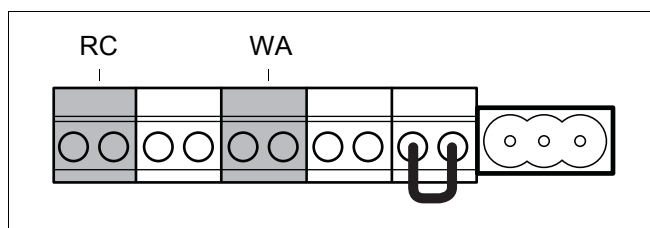

Fig. 27 Regletă – telecomandă de cameră RC și solicitare de apă caldă fără potențial
- Nu este posibil să racordați în același timp la cazan mai mult de o telecomandă de cameră (fig. 27).